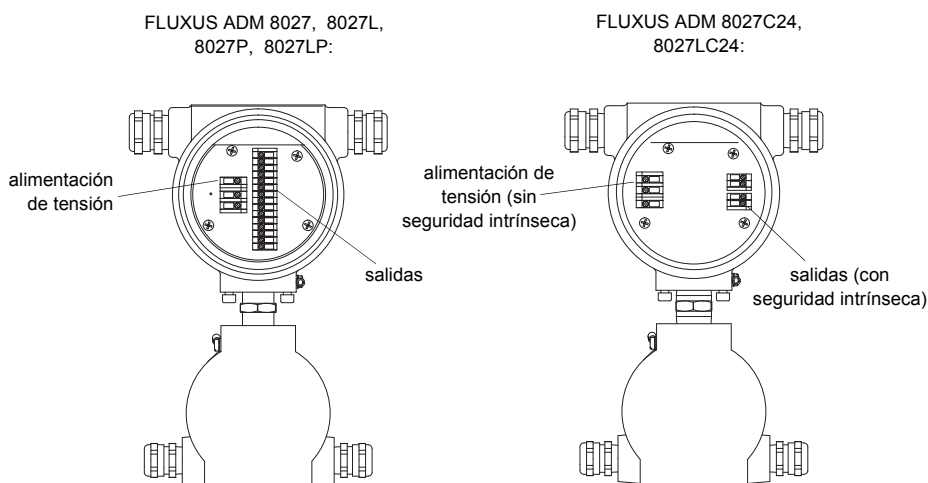

Fig. 6.9: Bornes para la conexión de la alimentación de tensión y de las salidas
- Conectar los conductores en los bornes del convertidor de medición en correspondencia a la tensión indicada en la placa de características debajo de la regleta de bornes KL1 (véase Fig. 6.9 y Tab. 6.4).
- Conectar los conductores del cable de salida en los bornes del convertidor de medición (véase Fig. 6.9 y Tab. 6.5).